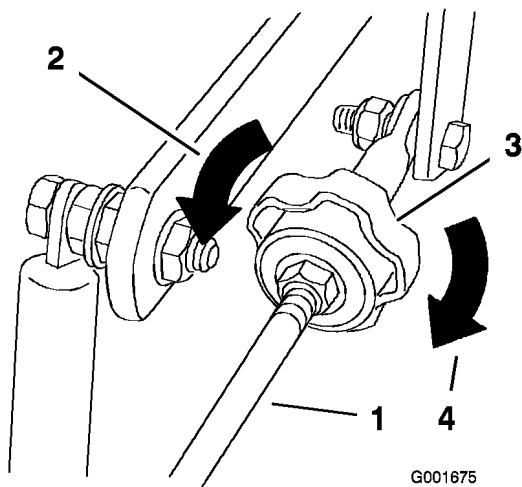

Figura 43
4. Para que la máquina vaya a la derecha, gire el pomo hacia el lado derecho de la máquina. Consulte Figura 43.
5. Para que la máquina vaya a la izquierda, gire el pomo hacia el lado izquierdo de la máquina. Consulte Figura 43.